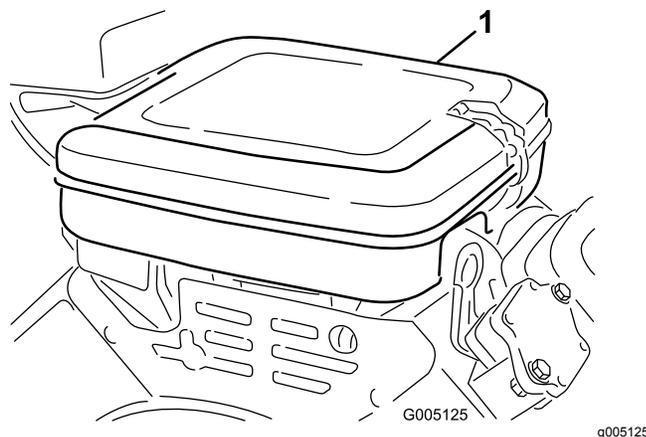

Figura 36
1. Limpie la tapa del limpiador de aire (Figura 36).